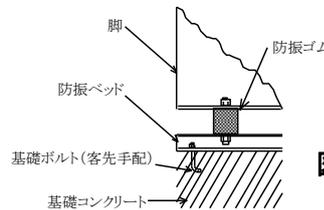
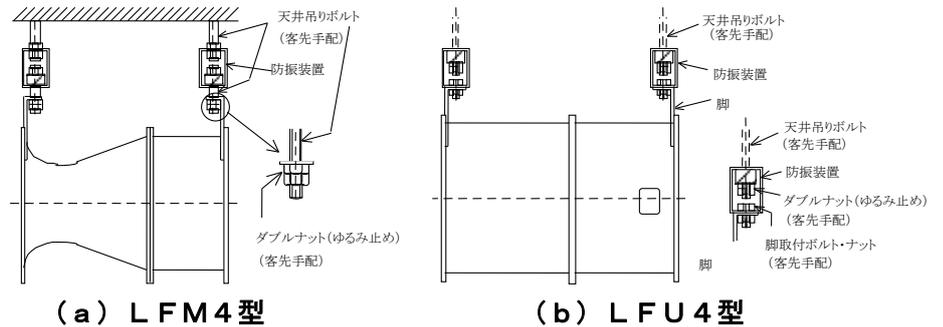
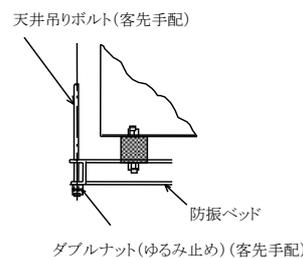

図3 床置型防振材取付部詳細図（例）
図4 天井吊り型（例）
図5 天井吊り型防振ゴム取付(例)
- ② 防振ベッドの下にはモルタルを流し、基礎と密着するように施工してください。（図3）
(2) 天井吊型
- ① 天井にあらかじめ埋め込まれた吊りボルトにより、ファンのベッドを水平に、4本の吊りボルト全部に荷重がかかるように取付けてください。
- ② 吊りボルトは十分な強度のもの（ボルト自身および埋め込み状態とも）をご用意ください。
- ③ 据付け後、吊りボルトのナットはダブルナットとし、ゆるみ止めを必ず行ってください。（図4または図5）
(3) ストッパーボルト付の場合